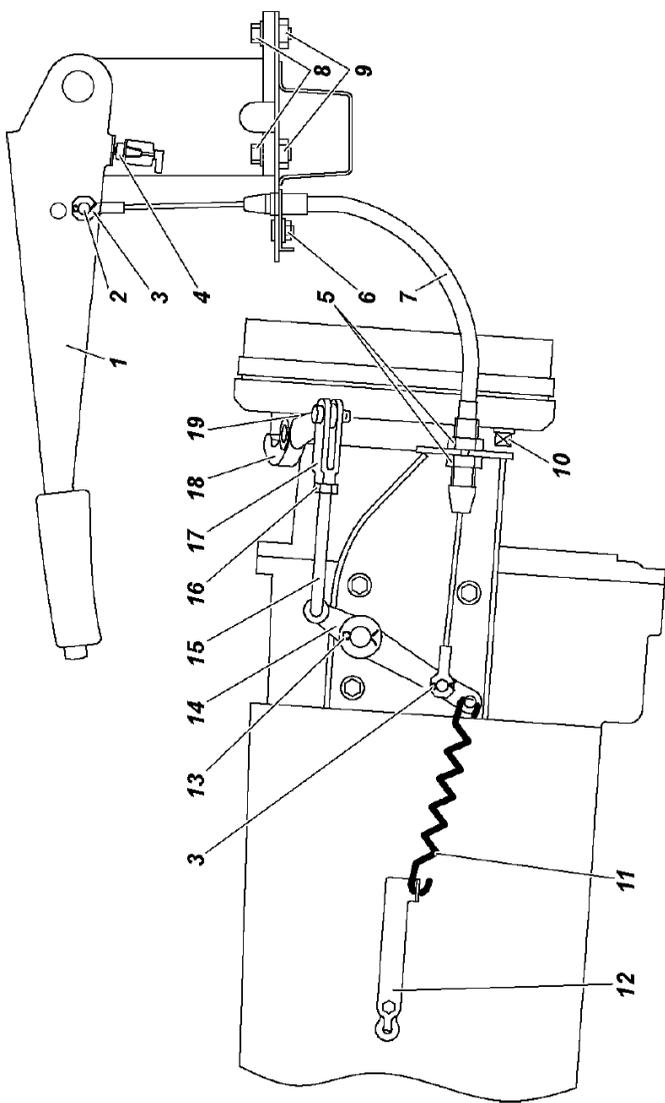

Fig. 9.24. Accionamiento del freno de aparcamiento de transmisión
Freno de aparcamiento de la transmisión actúa sobre la transmisión (fig. 9.24).
2. Coloque la palanca del freno de aparcamiento 1 (fig. 9.24) en la posición extrema inferior.